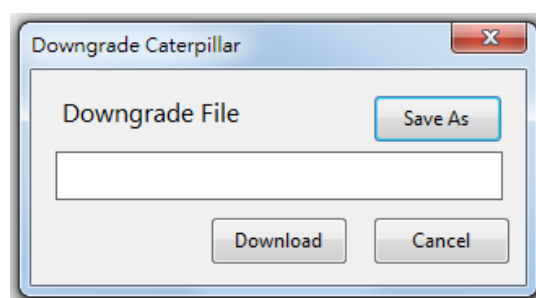

図 2-27 現在のバージョンをダウンロードする画面図
- 3-2. Downgrade Caterpillar を選択すると、直接現在接続している HRSS に対応した Caterpillar バージョンをダウンロードすることができます。図 2-27 のとおりです。